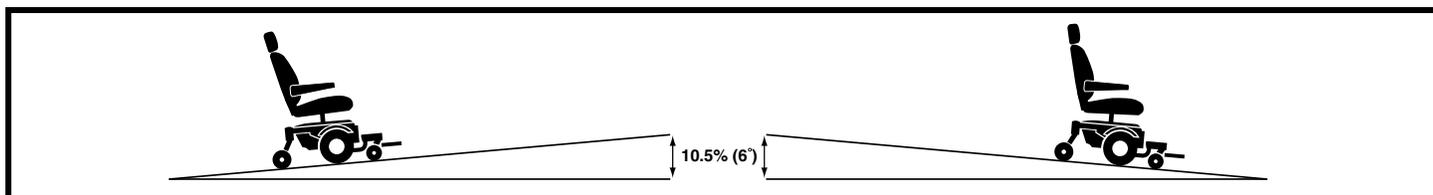

Figure 1. Inclinaison maximale recommandée (ascendant ou descendant)
**MISE EN GARDE!** Même si votre fauteuil motorisé possède la puissance motrice pour gravir des pentes plus abruptes que celles illustrées à la figure 1, ne tentez jamais sous aucune considération, de gravir une pente plus abrupte que celle présentée dans ce manuel sous peine de rendre votre fauteuil motorisé instable.
Pride recommande de ne pas dépasser cette inclinaison de 10.5% (6°) afin de gravir ou descendre les pentes en toute sécurité. Voir la figure 1.